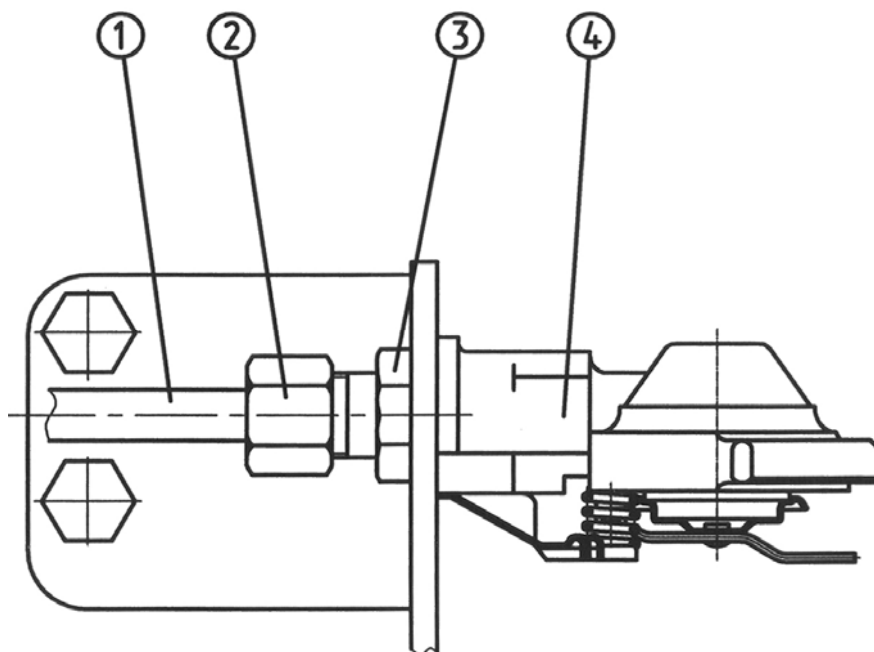

Рис.4.76 Соединительная головка.
- 3.3) отверните штуцер (3), (рисунок 4.76), и снимите головку соединительную (4).
3.1) отверните накидную гайку (2), (рисунок 4.76);
3.2) отсоедините от головки соединительной (4), (рисунок 4.76), трубопровод (1):